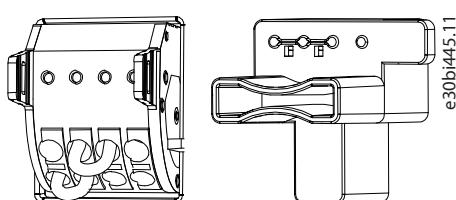

Figura 6: Bloque de terminales cableado (a la izquierda) y conexión del puente STO (a la derecha)
1. Si no se necesitan las funciones de seguridad STO, conecte el bloque de terminales como se muestra en Figura 6, o utilice los puentes de STO incluidos en la bolsa de accesorios e instálelos en X31 y X32. Esto garantiza que ambas entradas de STO estén energizadas con 24 V DC para permitir el funcionamiento normal.